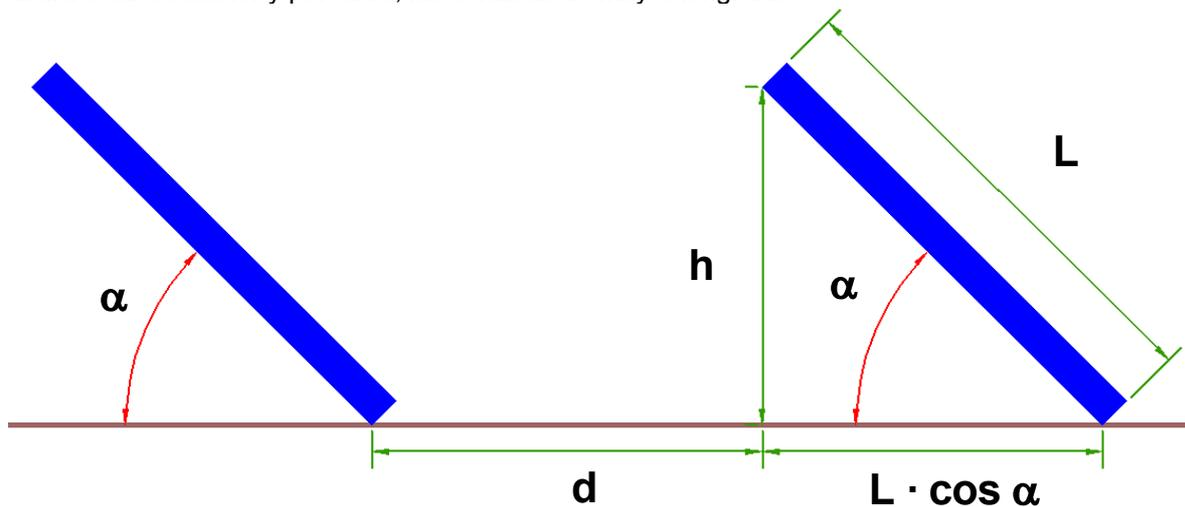

Figura 3.1
- h la altura del obstáculo, en el caso de la figura 3.1,  $h = L \cdot \sin \alpha$